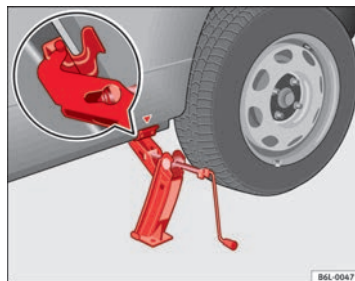

Fig. 138 Mise en place du cric
- Positionnez le cric de sorte que son crochet entoure la nervure du bas de caisse et que la base mobile soit appuyée bien à plat sur le sol ⇒ fig. 138.